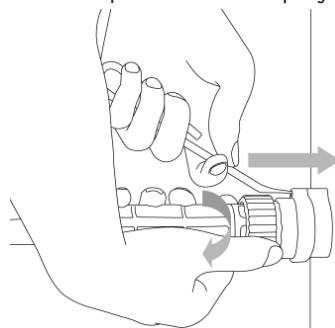

Рис. 7.5. Фиксация разъёма.
2. Нажимая ключом на стопорное кольцо, закрутите гайку плазмотрона. Убедитесь в плотной фиксации соединения (См. рис. 7.5). Панельный разъем плазмотрона показан на рисунке 7.6.